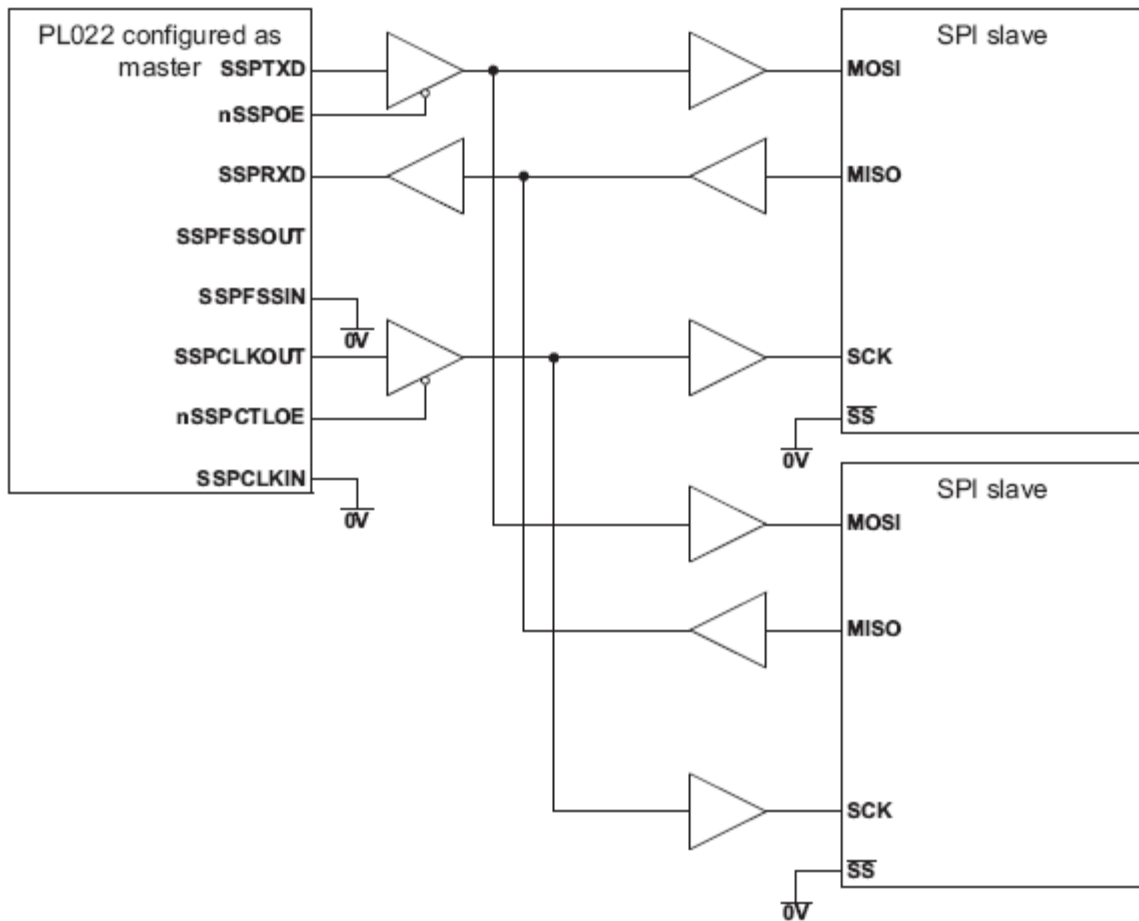

Рисунок 109 – Ведущее устройство SSP подключено к двум ведомым, поддерживающим SPI
Рисунок 109 показывает подключение модуля SSP, сконфигурированного как ведущее устройство, к двум ведомым устройствам, поддерживающим протокол SPI фирмы Motorola. Внешние устройства сконфигурированы как ведомые путем установки в низкий логический уровень сигнала выбора ведомого устройства Slave Select (SS). Как и в предыдущем примере, ведущее устройство способно передавать данные в адрес ведомых циркулярно по линии SSP\_TXD. Ответная передача данных на входную линию SSP\_RXD ведущего устройства одновременно осуществляется только одним из ведомых по соответствующей линии MISO.